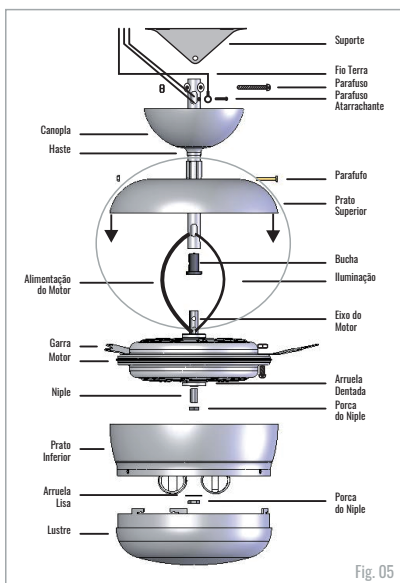

Fig. 05
7º - Coloque a canopla (03) e o prato superior (06) na haste (02) conforme fig. 05;
12º - Se o ambiente possuir aterramento, conectar o fio terra. Conforme fig. 05.